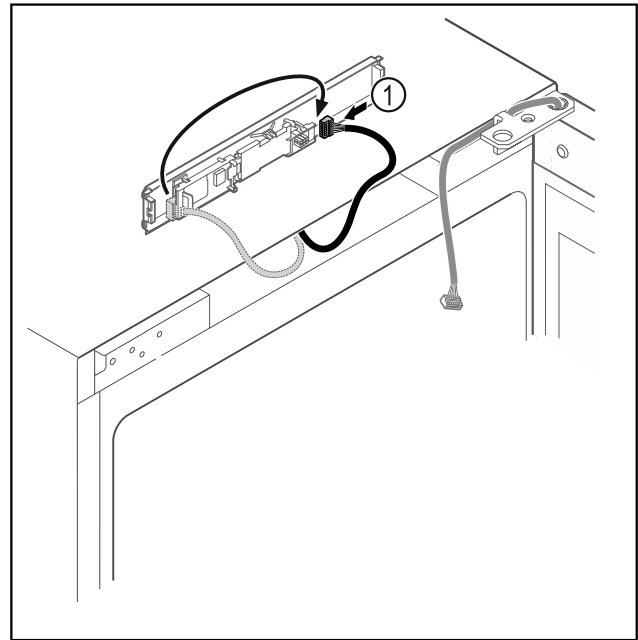

Fig. 18
- ▶ Μεταφέρετε το φιλς Fig. 18 (1) στην πλακέτα.